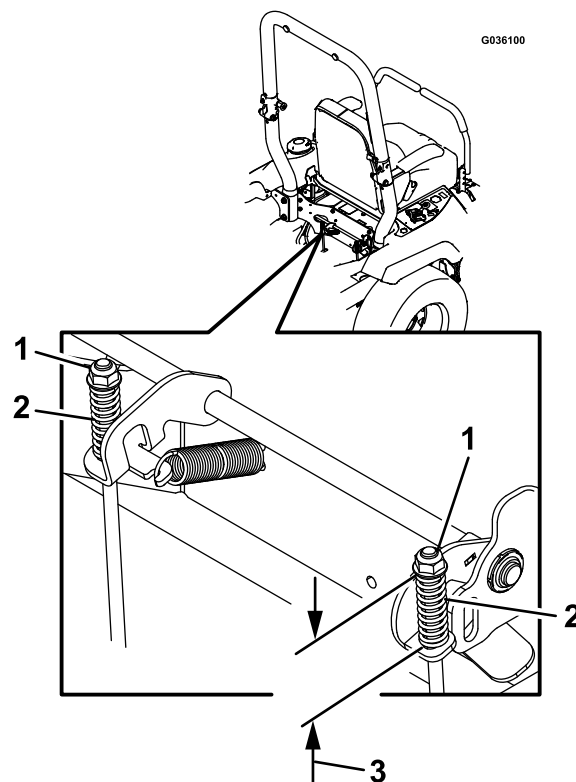

Bild 62
7. Prüfen Sie beide Federlängen, wie in Bild 62 abgebildet. Falls eine Einstellung erforderlich ist, drehen Sie die obere Mutter nach rechts, um die Feder zu verkürzen und nach links, um die Feder zu verlängern.